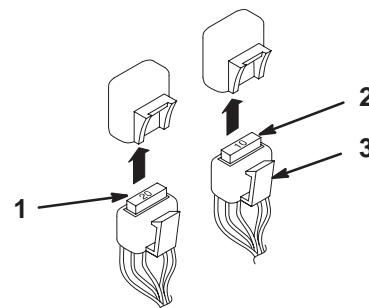

Figure 56
Fusible : Pompe d'injection – 10 A, à lame (Fig. 56)
Fusible : Moteur – 20 A, à lame (Fig. 56)
1. Trouvez les fusibles dans la partie arrière gauche de la machine. Tirez sur le clip en plastique et abaissez-le pour accéder aux fusibles dans les porte-fusibles (Fig. 56).
2. Pour remplacer un fusible, tirez dessus pour l'enlever (Fig. 56).